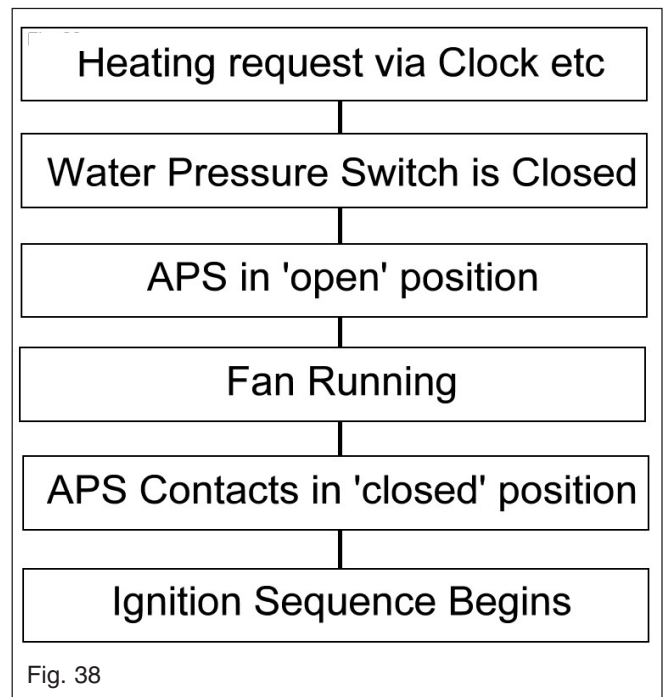

Fig. 38
**7.2.6 HEATING MODE fig. 38**